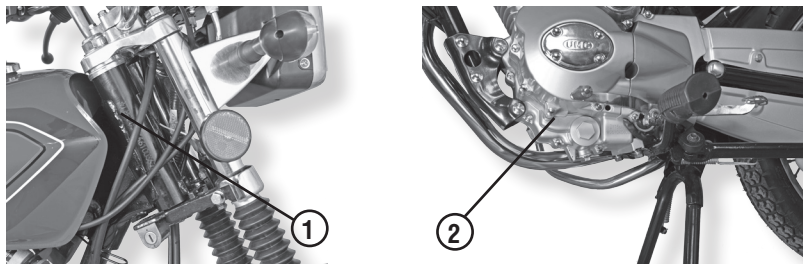

Рис. 1 Расположение номеров двигателя и рамы
2. Соответствие номеров рамы (рис. 1, поз. 1) и двигателя (рис. 1, поз. 2) на мотоцикле с занесенными в раздел 6